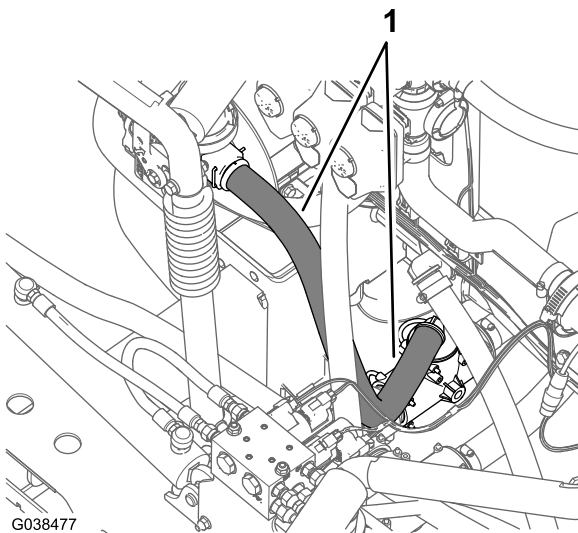

图74
3. 如图74所示将打药车供水软管向下通向位于泄压阀前部的T形接头。